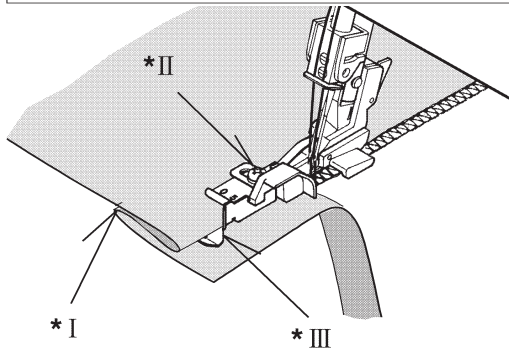
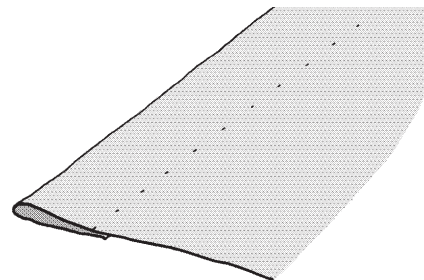

Fig. 2
Fig. 3
2. Legen Sie das Nähgut mit der Unterseite nach oben unter den Nähfuss. Führen Sie die gefaltete Kante in die Führung vorn am Nähfuss, und lassen Sie den Lüfterhebel herunter. Machen Sie eine Nähprobe auf einem Rest des Stoffes, den Sie verarbeiten wollen, und stellen Sie die Führung so ein, dass die Nadel die Saumkante gerade ansticht. Benutzen Sie zur Feineinstellung die kleine Schraube oben auf dem Nähfuss (Fig. 2)
3. Wenn die Einstellung korrekt ist, nähen Sie den Saum. Der überstehende Stoff wird dabei abgeschnitten (Fig. 2). Wenn Sie fertig sind, schlagen Sie den Stoff um und bügeln Sie noch einmal nach. Die Stiche sollten auf der Oberseite kaum sichtbar sein (Fig. 3).